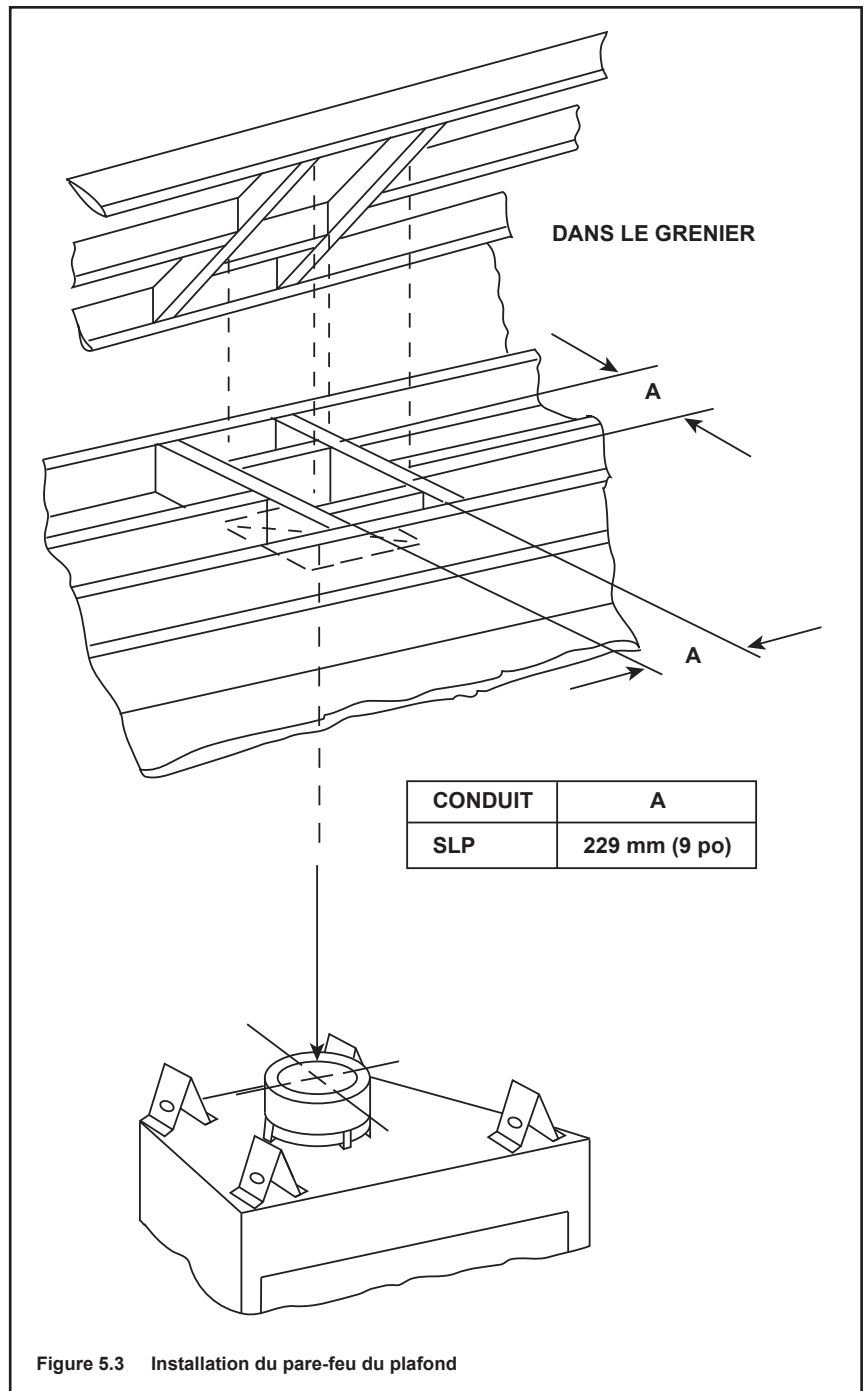

Figure 5.3 Installation du pare-feu du plafond
- **Conduit SLP seulement** – Bâtir une charpente de 229 x 229 mm (9 x 9 po), chaque fois que l'évacuation pénètre un plancher/plafond (voir la figure 5.3).